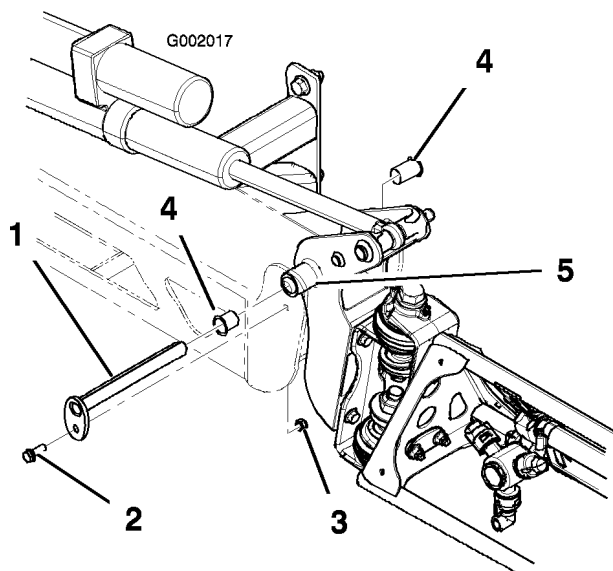

Figure 72
- Lorsque le poids de la rampe est supporté, retirez le boulon et l'écrou de fixation de l'axe de pivot à l'ensemble rampe (Figure 72). Retirez l'axe de pivot.
- Déposez et examinez les bagues en nylon de l'avant et l'arrière du support de pivot (Figure 72). Remplacez les bagues défectueuses.
- Montez l'ensemble rampe et support de pivot dans le bâti central en alignant les ouvertures (Figure 72).